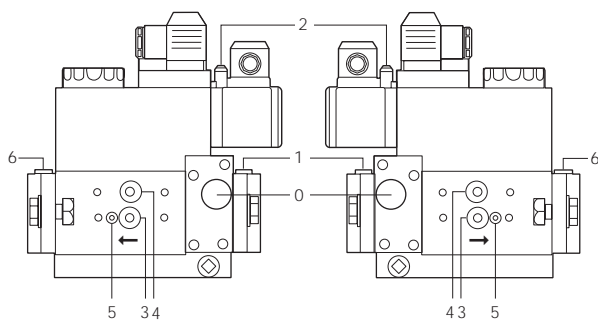
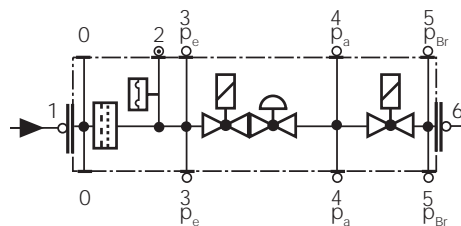

Fig. 51
Fig. 52
- Reinigung Filter Gasventile (Fig. 51 und folgende).
- Reinigen oder ersetzen Sie den Filter, wenn der Druckunterschied zwischen den Punkten 1 und 3 (Fig. 51-Fig. 52) $\Delta p > 10$ mbar beträgt.